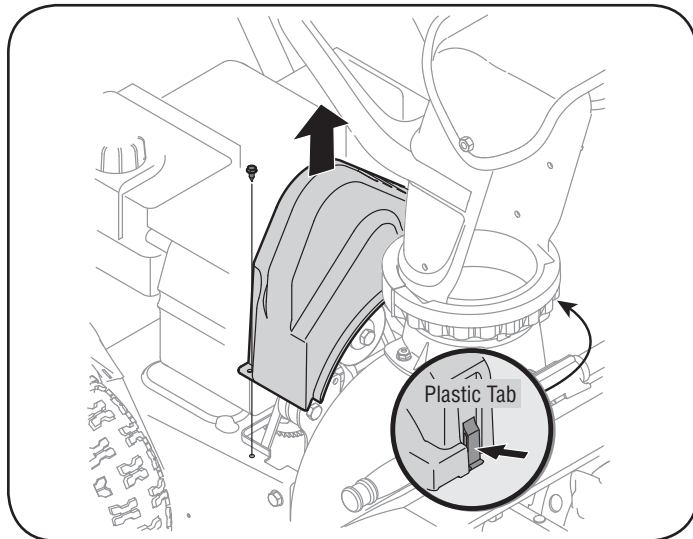

Figura 13
2. Retire el tornillo de la cubierta de la correa utilizando una llave de $\frac{5}{16}$ con extensión y eleve la misma ligeramente. Asimismo, también debe soltar la aleta de plástico en el otro lado para elevar. No intente retirar la cubierta de la correa de la unidad en este momento. Vea la figura 13.